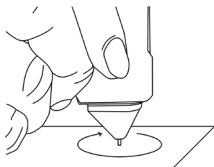

Abb. 2.3
- Halten Sie den Prüfstift so, dass die Prüfspitze im rechten Winkel (90°) zum Papier oder Probenstein (wie beiliegend) steht. Reinigen Sie die Spitze behutsam mit kreisender Bewegung, ohne die Spitze in den Prüfstift zu drücken (**Abb. 2.3**).